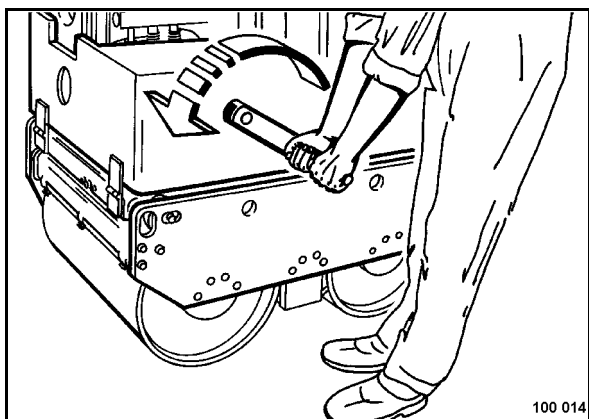

Рис. 32
- Занять правильное положение относительно машины и обратить внимание на правильное положение рук на пусковой рукоятке (Рис. 32).